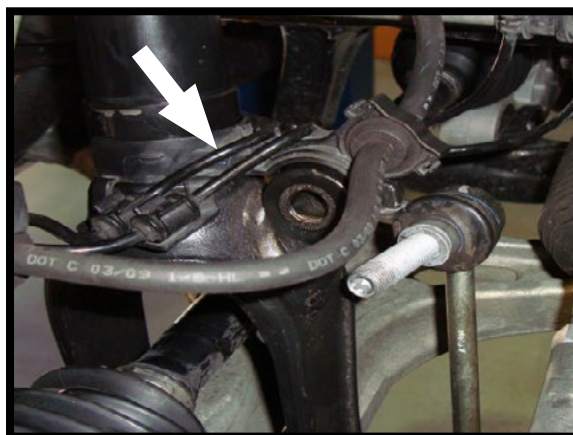

图4
6. 剪断固定线束支架的扎带，然后拆下减震器的线束固定支架。（图4）